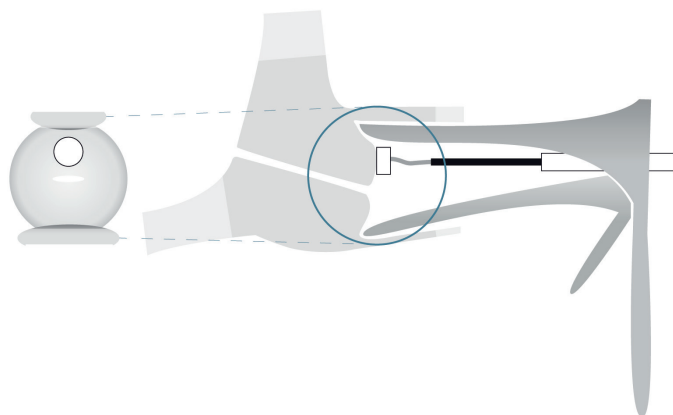

FIGURA 17: Effettuare la misurazione sul labbro anteriore della cervice uterina, in posizione corrispondente alle ore 12.
- 6) Verificare se la *sonda* può essere posizionata sul labbro anteriore della cervice uterina in posizione corrispondente alle ore 12 (come mostrato in FIGURA 17).
- 7) Ispezionare la superficie su cui andrà posizionata la *sonda* per assicurarsi che non ci sia alcuna controindicazione (1.9 - **Controindicazioni**). Annullare la misurazione se viene identificata una controindicazione o se la posizione non è accessibile (vedere la FIGURA 17).